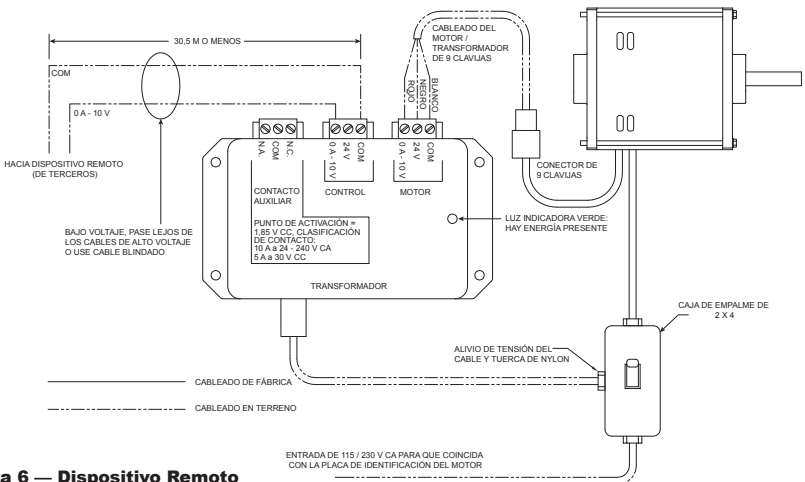

Figura 6 — Dispositivo Remoto
7. Si usa un controlador de un tercero en lugar del control remoto de velocidad proporcionado, consulte la Figura 6 para ver los detalles de cableado.